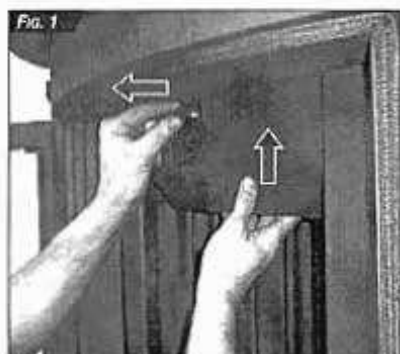

Fig. 1 Pousser vers le haut le déflecteur et extraire le goujon de fixation
**Phase 1:** charger manuellement une petite quantité de pellets par la commande sur le pupitre de commande électronique (voir Fig. 1). Ne pas dépasser la dose conseillée et s'assurer que la corbeille est bien bloquée en la forçant à l'aide de la vis appropriée.
Tous les 15-20 jours, ou plus fréquemment en fonction du type de combustible utilisé, du tirage du conduit de fumée et des conditions climatiques, démonter le déflecteur des fumées en le poussant vers le haut et en enlevant le goujon de fixation (Fig. 1). Le tirer ensuite vers le bas pour l'extraire (Fig. 2). Nettoyer parfaitement toute la partie supérieure de la cheminée jusqu'au volet des fumées inclus. Le remonter de manière qu'il vienne en appui sur les supports pris dans le corps de chauffe (Fig. 3) et que le goujon s'engage dans le trou percé sur la façade du poêle.